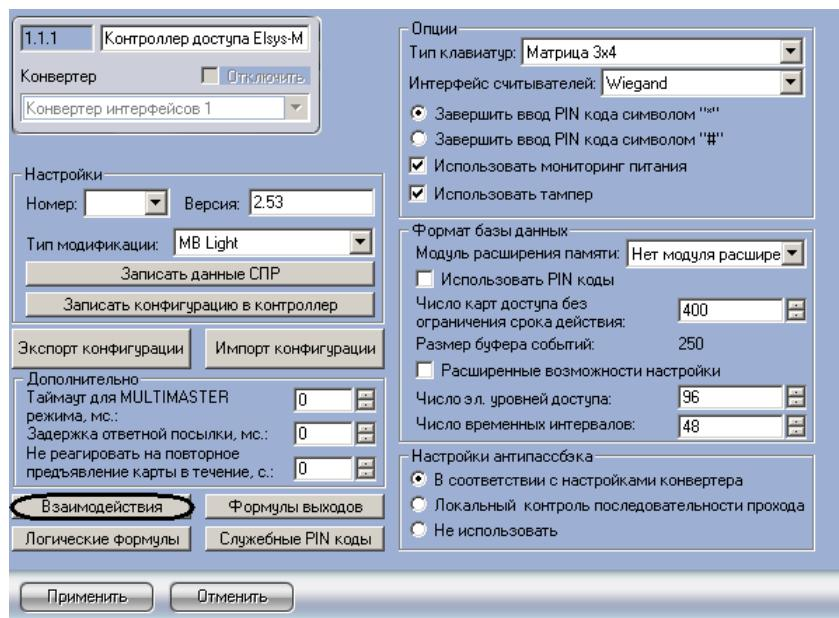

Рис. 3.3-25 Настройка взаимодействий
1. Нажать кнопку **Взаимодействия** на панели настроек объекта **Контроллер доступа Elsys-MB** (Рис. 3.3-25).